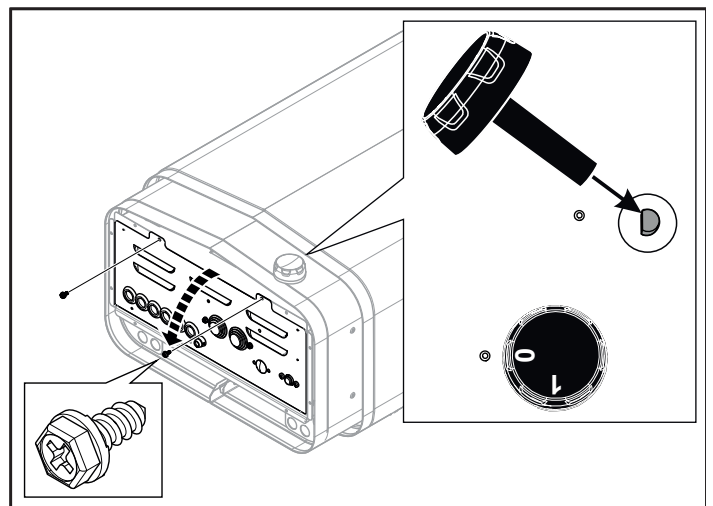

Abbildung 8: Abnehmen/Anbringen der Abdeckung
1. Legen Sie die Heizung so auf den Boden, dass die Vorderseite nach oben zeigt. Wählrad montieren (siehe Abbildung 8).
2. Drehen Sie die Schrauben heraus und entfernen Sie die Abdeckung (siehe Abbildung 8).
7. Montieren Sie die Abdeckung und ziehen Sie die Schrauben fest (siehe Abbildung 8).